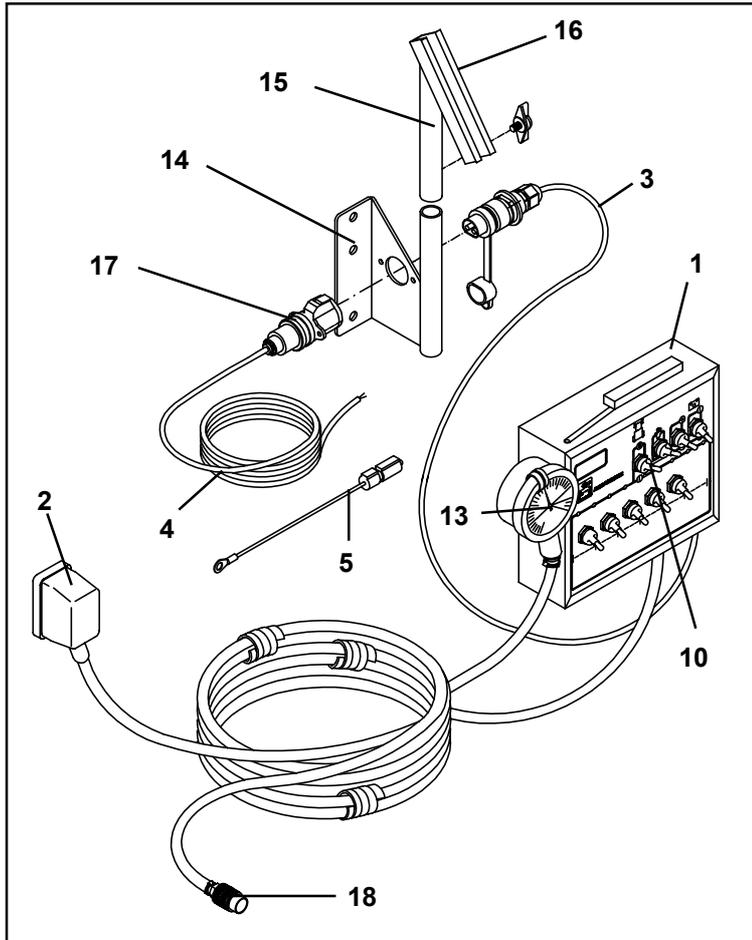

Fig. 8.4
- 3-polige Steckdose (Fig. 8.4/ 17) an der Grundkonsole (Fig. 8.4/ 14) befestigen.
**Beim Zusammenfügen der folgenden Steckverbindungen Ein-/Ausschalter (Fig. 8.4/ 6) für die Stromversorgung des Schaltkastens in Position "0" (AUS).**
- Stromversorgungskabel (Fig. 8.4/ 3) mit der Steckdose (Fig. 8.4/ 17) des Batterieanschlußkabels verbinden.
- Gerätestecker (Fig. 8.4/ 2) an die Maschinensteckdose (Fig. 8.4/ 4) der Bedienungsarmatur anschließen.
- Manometer (Fig. 8.4/ 13) mittels Schnellkupplung (Fig. 8.4/ 18) an den Druckanschluß (Fig. 8.3/ 10) der Bedienungsarmatur anschließen.
2. Störung: Nicht mehr zu betätigen ist die zentrale Spritzgestängeein- und -ausschaltung über den Schalter (Fig. 8.4/ 10).